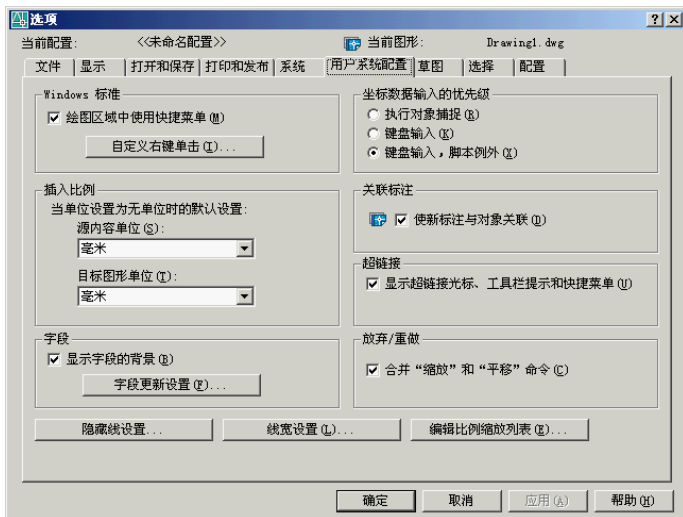

图1-9 【选项】对话框
- (1) 左键：拾取键，用于单击工具栏按钮、选取菜单选项以发出命令，也可在绘图过程中指定点、选择图形对象等。
- (2) 右键：一般作为回车键，命令执行完成后，常单击右键来结束命令。在有些情况下，单击右键将弹出游标菜单，该菜单上有【确认】选项。鼠标右键的功能是可以设定的，单击【工具】/【选项】命令，打开【选项】对话框，如图 1-9 所示，用户在此对话框【用户系统配置】选项卡的【Windows 标准】区域中可以自定义鼠标右键的功能。例如，可以设置鼠标右键仅仅相当于回车键。